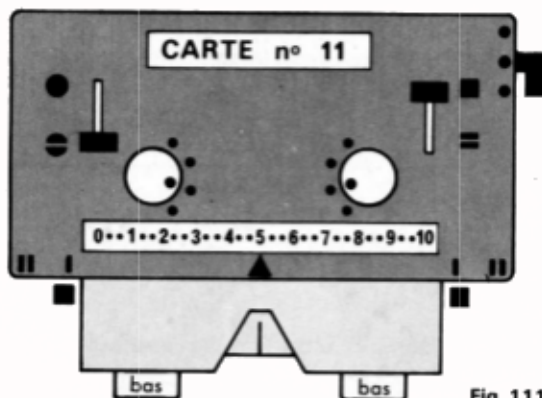

Fig. 111
- Régler le chariot comme fig. 111. Sortir la laine du guide-fil et la mettre en attente en bout de fonture,
- 2° Régler le chariot comme fig. 111 page 35. Sortir la laine du guide-fil et la mettre en attente en bout de fonture.
- 2° Régler le chariot comme fig. 111 page 35. Sortir la laine du guide-fil et la mettre en attente en bout de fonture ,